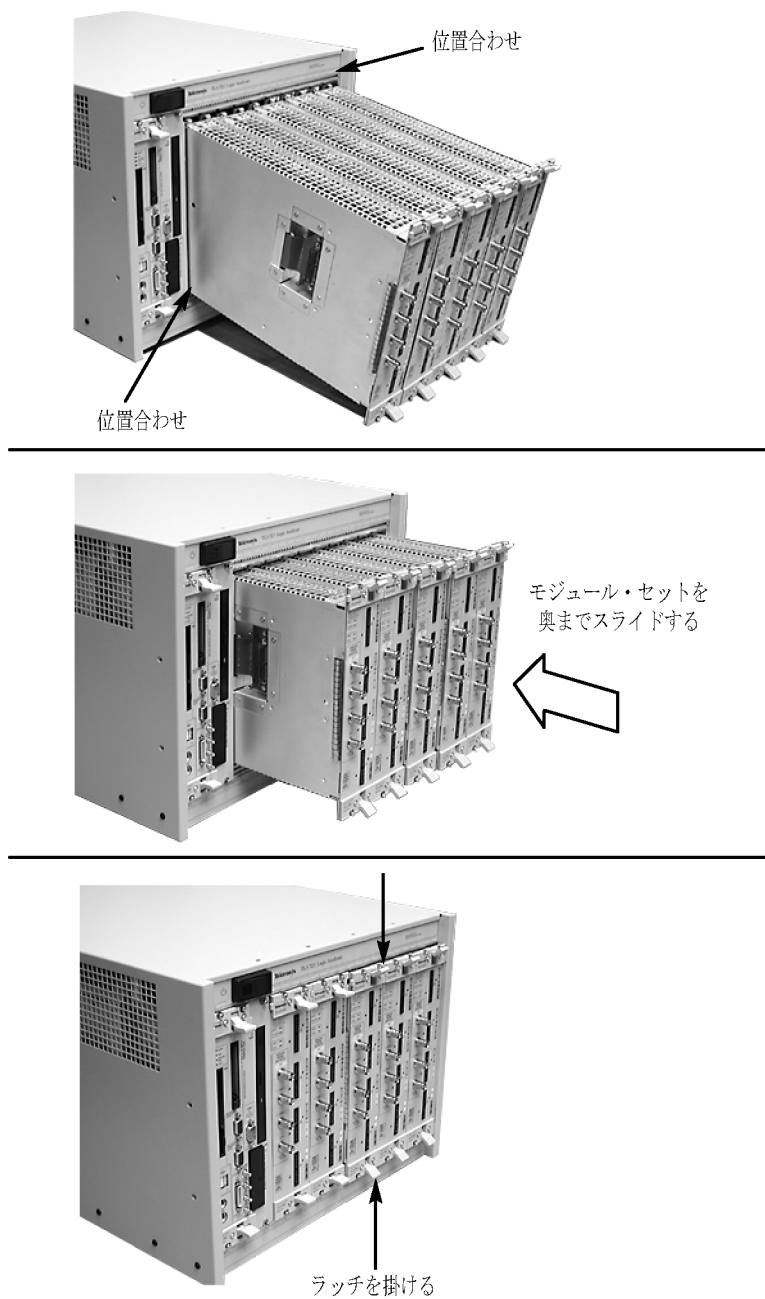

図 51: マージしたモジュール・セットをメインフレームに装着する
10. モジュールの上下をメインフレームのスロットの位置に合わせます。(65 ページの 図 51 参照)。マージしたモジュール・セットが 3 台以上のモジュールから成る場合は、2 人で作業を行うことが必要な場合があります。